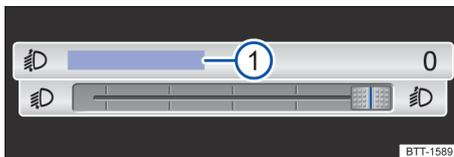

Fig. 91 No sistema Infotainment: botão deslçável para regular o alcance das luzes.
Dependendo da versão, é possível ajustar o alcance das luzes com o regulador → Fig. 90 ou com o botão deslçável do sistema Infotainment → Fig. 91.
- Pressione a superfície de função **Regulagem do alcance das luzes** → Fig. 91 ①.